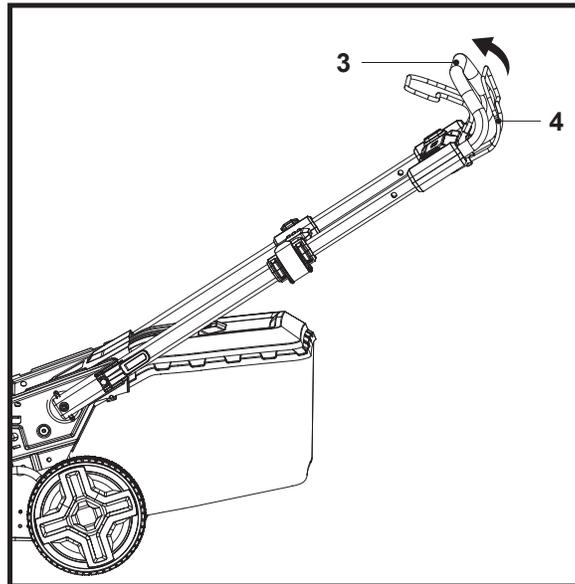

Fig. 19
1. Pousser le levier de traction (4) vers l'avant et le maintenir contre le guidon (3) pour engager les roues arrière (21) (Fig. 19).
2. Relâcher le levier de traction (4) pour désengager les roues arrière (21).